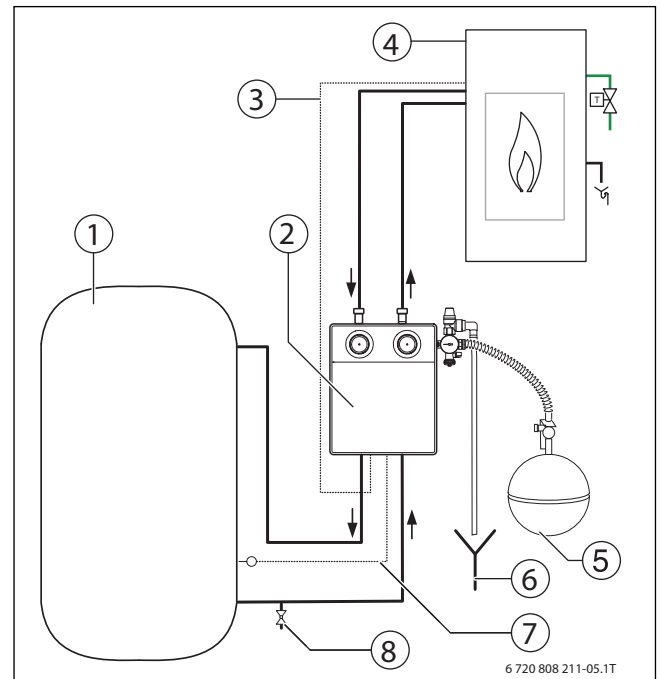

Bild 11 Verrohrung der Ofenanlage (Beispiel mit Komplettstation)
- Im Rücklaufrohr am tiefsten Punkt der Ofenanlage einen Füll- und Entleerhahn zum Füllen oder Entleeren der Ofenanlage montieren (→ Bild 11, Seite 15).